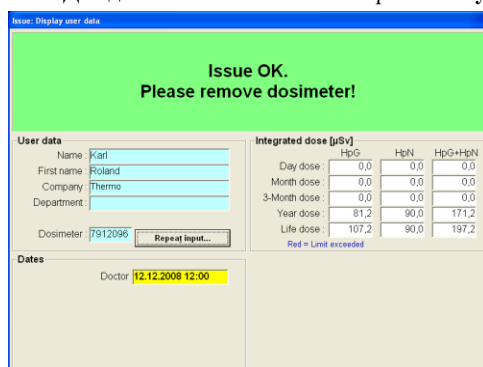

Рисунок 4
8. Дождитесь текста на зеленом фоне «Результат ОК. Вытащите, пожалуйста, дозиметр!» (Рис. 4).